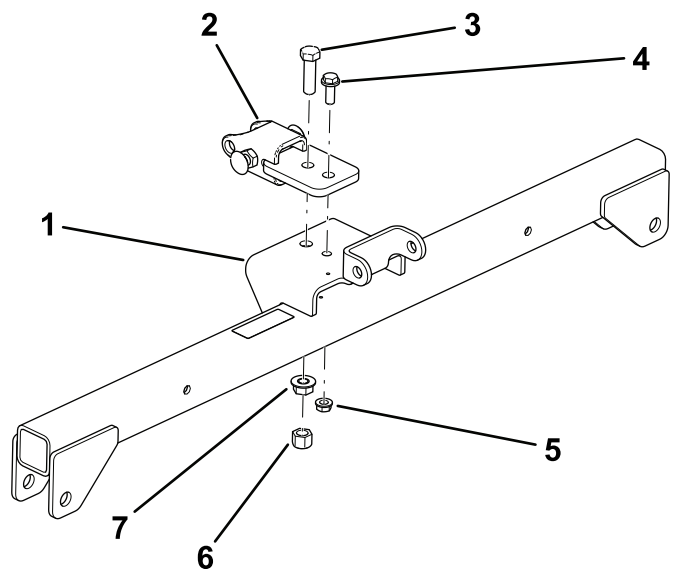

Figura 3
1. Montate, senza serrarla, la barra di traino nel foro anteriore del gruppo supporto (Figura 3) con un bullone ($\frac{1}{2}$ " x $1\frac{3}{4}$ "), un dado flangiato ($\frac{1}{2}$ ") e un dado esagonale ($\frac{1}{2}$ ").